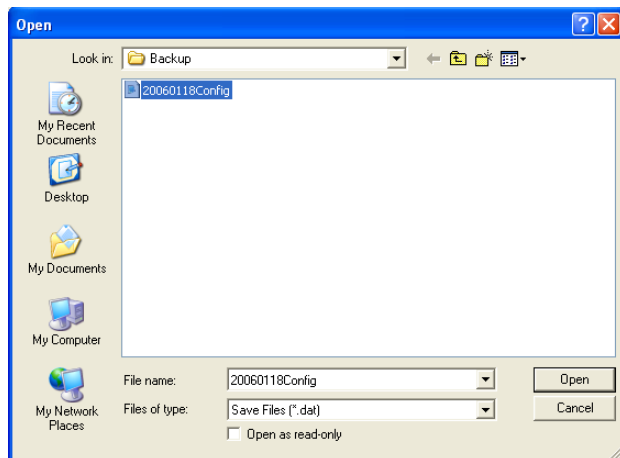

Abbildung 8.23: Fenster für Öffnen der Konfigurationsdatei
- 1 Klicken Sie vom Hauptmenü auf die Schaltfläche Open configuration file. Daraufhin erscheint das folgende Fenster (siehe Abbildung 8.23).